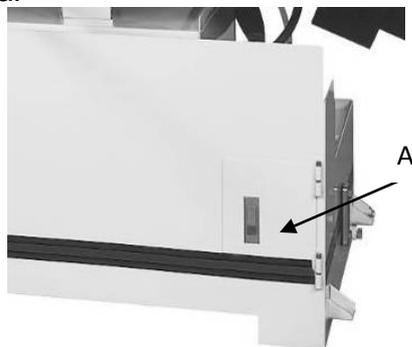

Рис.31
5. Чтобы открыть дверь, нажмите на красную кнопку (A, Рис. 31) на стопорной пластине распылителя.